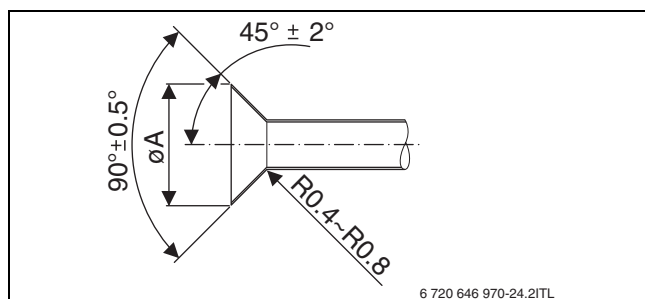

Bild 31 Kältemittelrohrleitung bördeln
- Rohre für flüssiges und gasförmiges Kältemittel bördeln (→ Bild 31 und Tabelle 7).